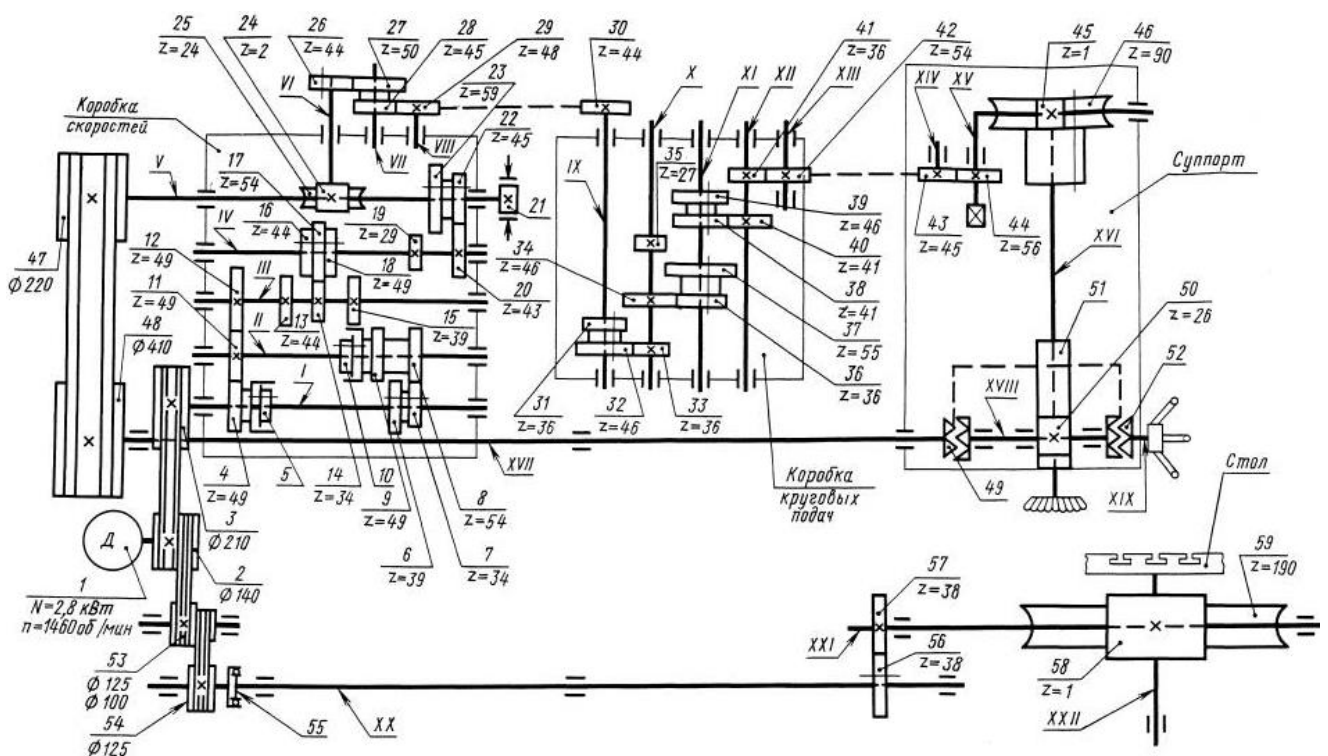

Рис. 11
17. Найдите рабочие органы станка на кинематической схеме (рисунок 11), опишите их движения. Определите тип станка.